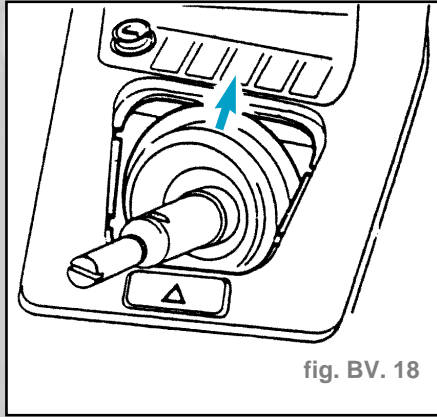

fig. BV. 18
**Remarque pour la repose :** Loger le manchon en caoutchouc avec la flèche orientée vers l'avant, dans le sens de la marche (fig. BV. 18).